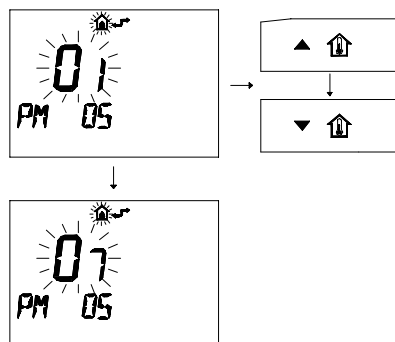

Figura 8.7
- Modificare il SET programmato agendo sui pulsanti ▲  o ▼  fino a visualizzare un **set di 07** (Figura 8.7) che setta la caldaia per funzionare con gas **Propano (G31)**, aspettare che il numero programmato cominci a lampeggiare.